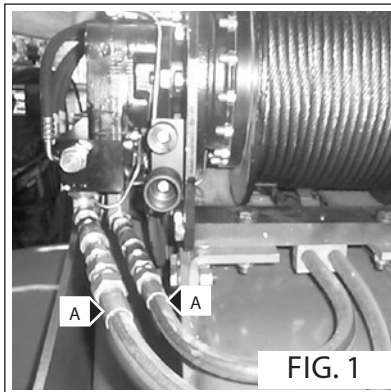

FIG. 1
- Collegare i raccordi idraulici all'argano (Fig. 1 - Rif. A).
- Connect the hydraulic fittings to the winch (Fig. 1 - Ref. A).
- Forbind de hydrauliske tilslutninger til spillet (Fig. 1 - ref. A).